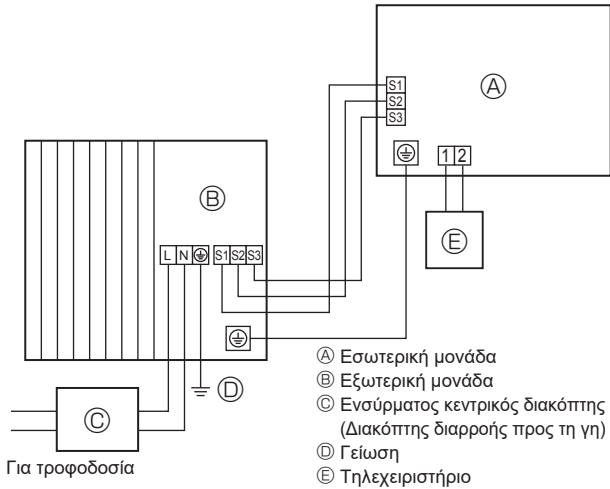
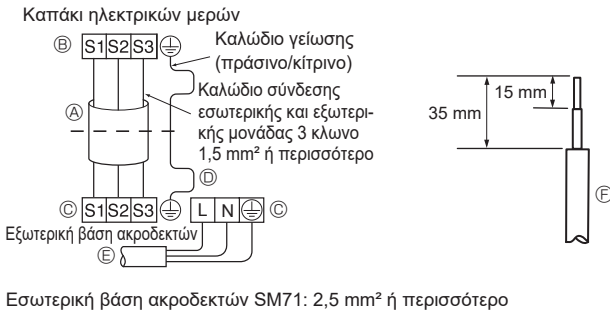
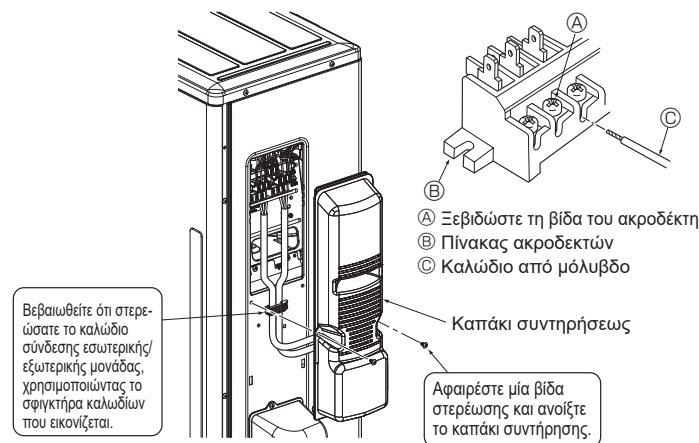

Fig. 6-1
Fig. 6-2
Fig. 6-3
### 6.1. Εξωτερική μονάδα (Fig. 6-1, Fig. 6-2, Fig. 6-3)
- ① Βγάλτε το καπάκι συντήρησης.
- ② Συνδέστε τα καλώδια σύμφωνα με τις Fig. 6-1, Fig. 6-2 και Fig. 6-3.
- Εκτελέστε την καλωδίωση, όπως φαίνεται στο διάγραμμα κάτω αριστερά. (Προμηθευτείτε το καλώδιο επί τόπου) (Fig. 6-2)